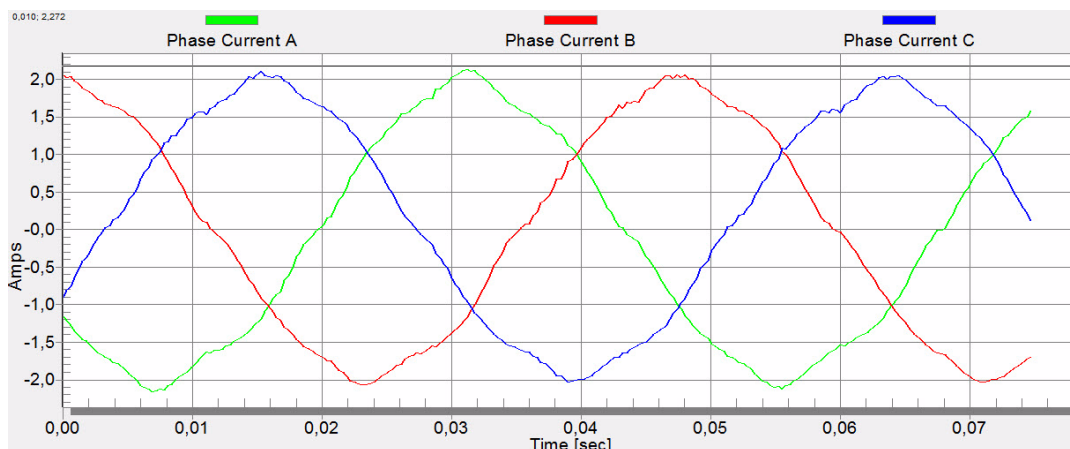

图4. 相电流
6. 直接修改V/Hz系数或使用UP/DOWN（上/下）按钮来确定V/Hz曲线的优化比率。电机电流的波形应与正弦波形接近，见图4。